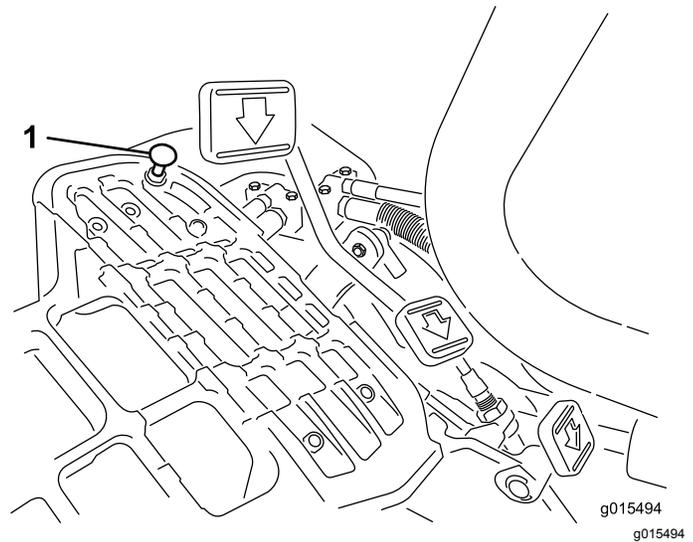

图32
要获得最大行驶速度请将功能控制杆放在行驶位置并踩下驱动踏板。如果在拉线感到张紧力之前踏板接触到限位器图 32 请执行以下调节程序
1. 将功能控制杆放在行驶位置松开将踏板限位器固定至底板上的锁紧螺母图 32。